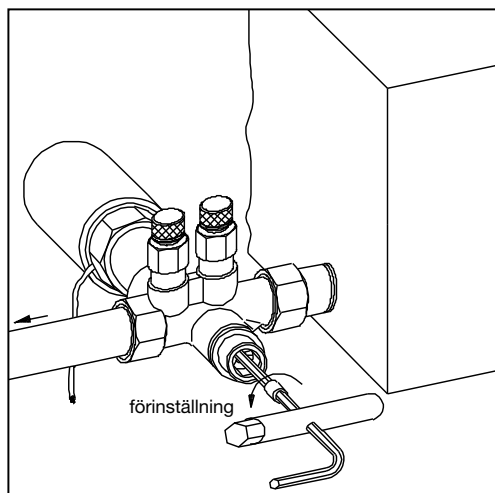

Bild 3:
- 1.4 Dra till sist hålskruven med skruvmejseln åt höger till stoppet (bild 3).